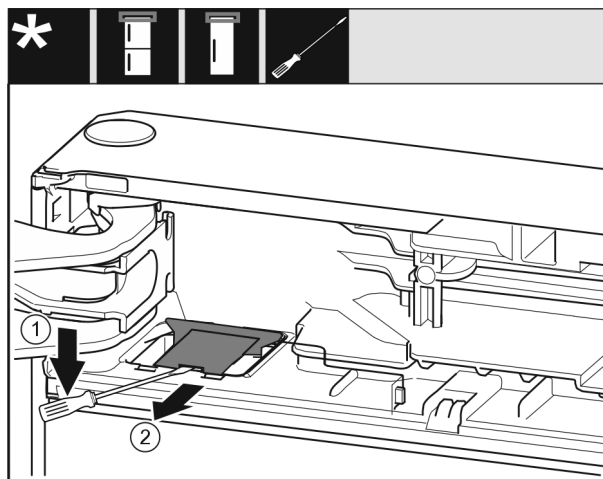

Fig. 10
- ▶ Use un destornillador de punta plana para desenganchar la cubierta y levantarla. Fig. 10 (1)
- ▶ Retire la cubierta. Fig. 10 (2)